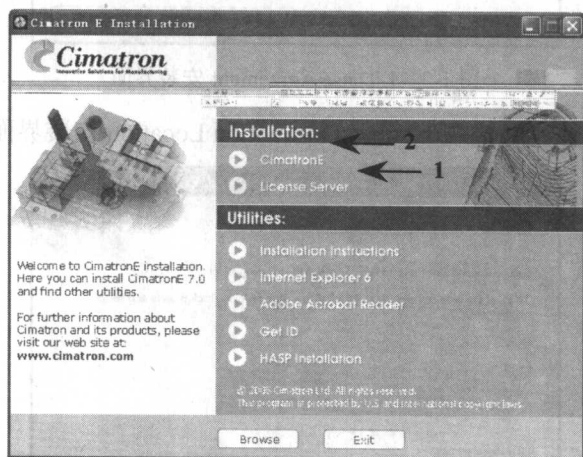

图 1-1 安装程序选择界面
(1) 将 Cimatron E7.0 安装光盘放进光驱后会自动运行,然后出现如图 1-1 所示的安装程序选择界面,按顺序进行 Cimatron E7.0 软件的安装。